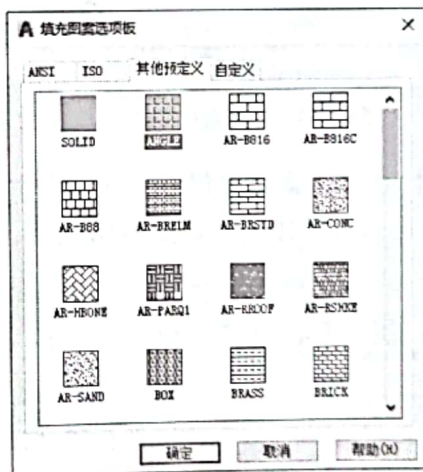

图 6-13 “填充图案选项板”对话框
- 样例：在“样例”中同样设置选择图案，单击右侧选项框，即可打开“填充图案选项板”对话框，如图 6-13 所示。